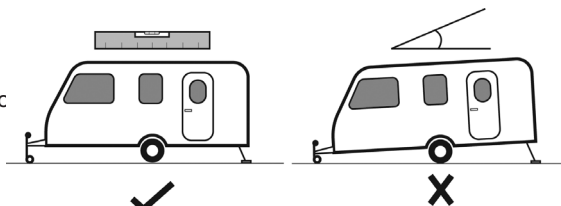

Figura 1.
- (Figura 1) Accertarsi che la vostra roulotte, il vostro camper o furgoncino si trovino su una superficie piana e siano stabili.